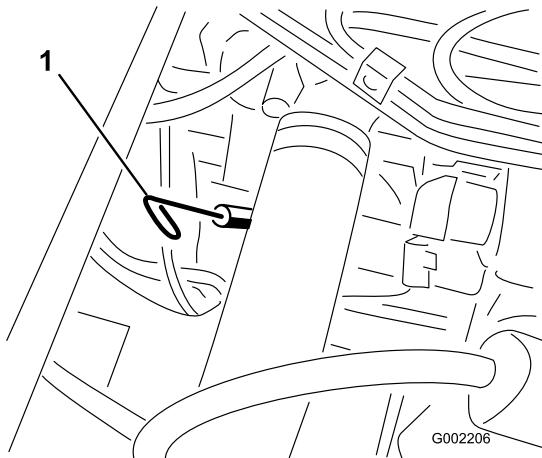

図 16
2. 助手席の下にあるディップスティックを抜き、ウェスで一度きれいに拭く(図 16)。